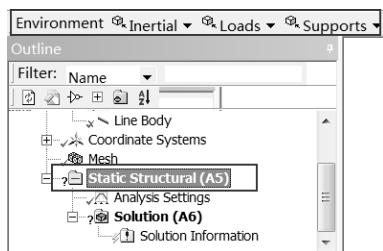

图 5-73 Environment 工具栏
Step1：选择 Mechanical 界面左侧 Outline（分析树）中的 Static Structural（A5）选项，此时会出现如图 5-73 所示的 Environment 工具栏。